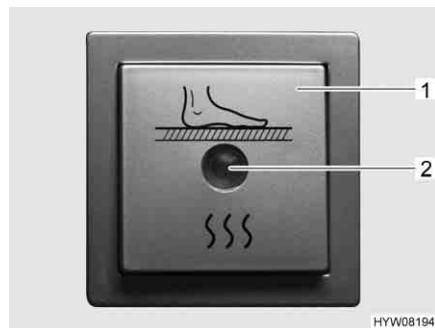

Fig. 136 Interruttore per riscaldamento elettrico del pavimento
- Premere l'interruttore a bilico (Fig. 136,1). La spia di controllo nell'interruttore (Fig. 136,2) si accende.
- Premere l'interruttore a bilico (Fig. 136,1). La spia di controllo (Fig. 136,2) nell'interruttore si spegne.